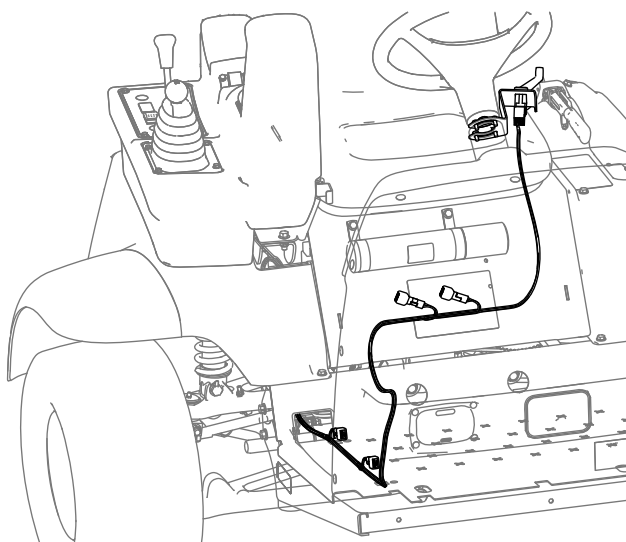

Figura 9
6. Disponete il cablaggio sotto il pannello sulla pedana e verso l'alto al piantone dello sterzo (Figura 9).